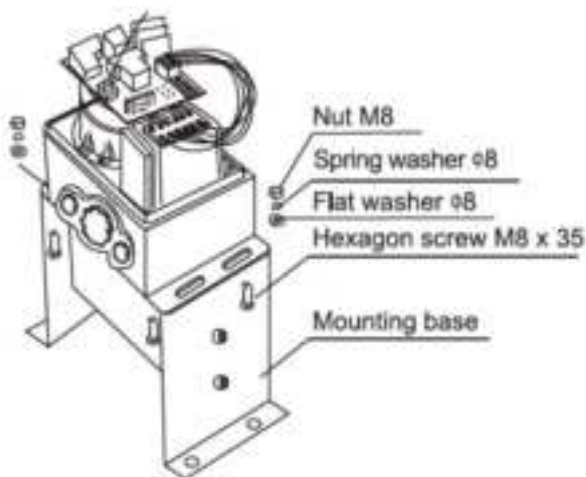

Abbildung 6
c) Montieren Sie den Maschinenmotor wie in Abbildung 6 gezeigt an der Montagebasis.